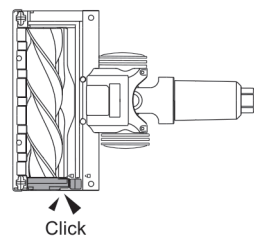

FIG. 23
6. Wciśnij pasek blokujący szczotki obrotowej, aż usłyszysz kliknięcie (RYS.23)